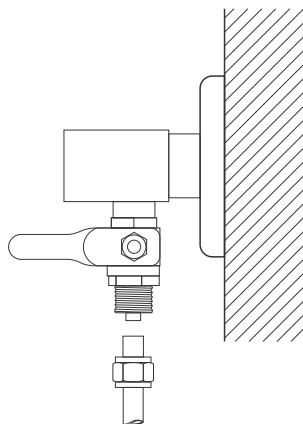

Рисунок 9. Вентиль входа поступающей воды
- открыв шаровидный вентиль, вода из сетей подается в систему (рисунок 9), заметна работа насоса;
- если аппарат более 1 месяца не эксплуатируется, то вентиль поступающей воды перекрывается (рисунок 9), резервуар освобождается, адаптер отключается из розетки;
- когда дома никого нет, для безопасности, вентиль поступающей воды перекрывается (рисунок 9), в противном случае, дистрибутор не несет ответственности за последствия;
- в случае возникновения проблем, перекройте вентиль поступающей воды в аппарат (рисунок 9) и обратитесь в сервисный центр;